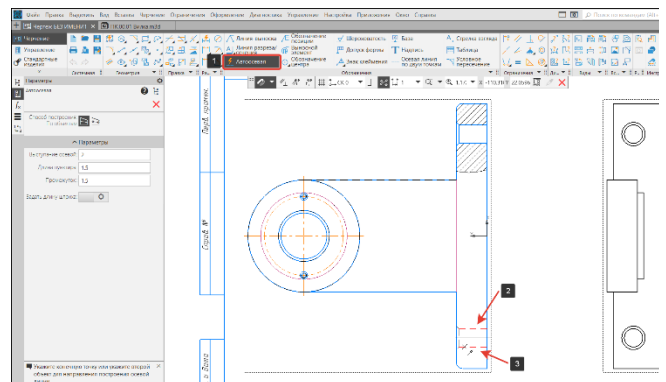

Рисунок 226 – Команда Осевая по двум точкам
- В панели Обозначения выберем команду Автоосевая (1) (Рисунок 226);
- Наведем курсор на одну из невидимых линий отверстия (2), она подсветится красным. Кликнем на нее (не в центре). Мы задали первый контур (Рисунок 226).
- Наведем курсор на другую невидимую линию (3) и кликнем на нее. Это второй контур. Между этих контуров будет построена эквидистанта – осевая линия (Рисунок 226).